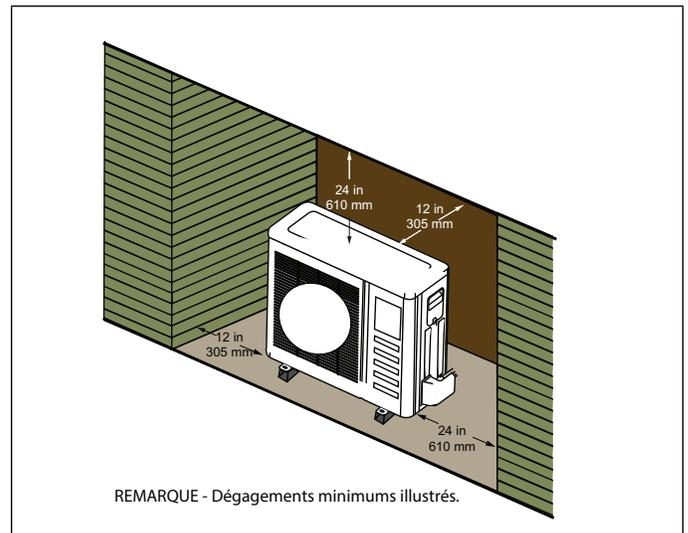

Figure 17. Unité installée dans une alcôve
- L'unité extérieure peut être installée dans une alcôve ou sous l'avancée d'un toit comme illustré à la «Figure 17. Unité installée dans une alcôve».